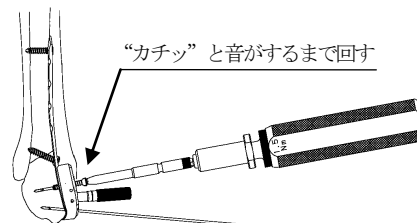

図20
7) ヘクスローブ15中空パワーピンドライバーの後端にトルクリミッター付きハンドル15を接続し、1.3 ガイドピンを介して、軸芯を傾けないよう選択した長さの3.0 ロッキングスクリュー (T) (中空) を挿入します。(図20)